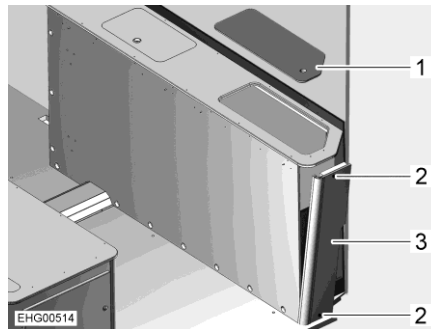

Fig. 136 Armazón de la cama a la derecha
- Retirar la tapa de servicio (Fig. 136,1).
- Desenroscar los 2 tornillos (Fig. 136,2).
- Meter la mano en el armazón de la cama desde arriba y empujar la pared lateral (Fig. 136,3) ligeramente hacia fuera.